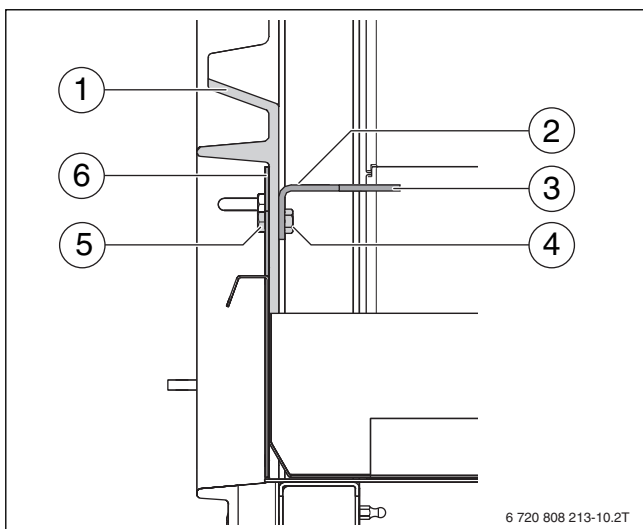
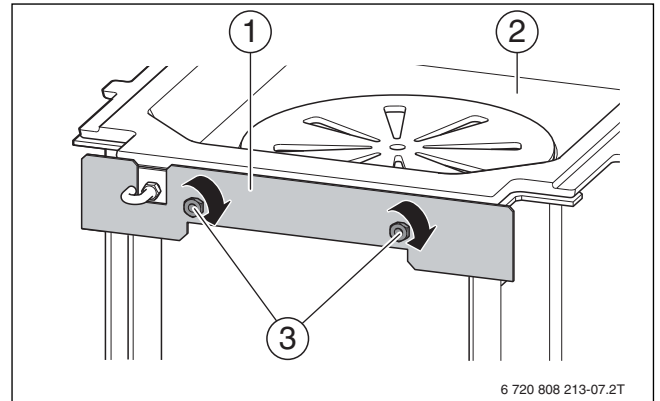

Bild 17 Blende von außen montieren
Bild 18 Blende von außen an der Vorderplatte verschrauben
- ▶ Blende (→ Bild 17, [6], Bild 18 [1]) von außen gegen die Vorderplatte halten.
- ▶ Sechskantschrauben (→ Bild 17, [5], Bild 18 [3]) von außen durch die Blende [6] und die Vorderplatte [1] schieben.
- ▶ Rostauflegeblech (→ Bild 17, [3]) von innen gegen die Vorderplatte halten. Sechskantschrauben [5] in die angeschweißten Muttern [4] des Rostauflegeblechs eindrehen.
- ▶ Rostauflage (→ Bild 18, [2]) mit den Führungsrippeln nach vorne in den Heizeinsatz einlegen.
- ▶ Darauf achten, dass die Führungsrippel in die Langlöcher (→ Bild 17, [2]) des Rostauflegeblechs [3] greifen.
- ▶ Sechskantschrauben festziehen (→ Bild 18, [3]).